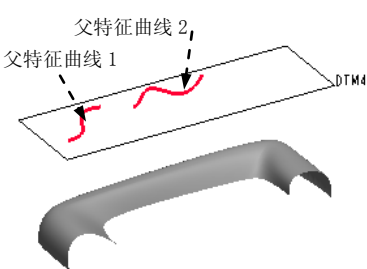

图 8.2.21 选择父特征曲线
Step5. 选择父特征曲线。在系统  选择曲线以放置到曲面上。的提示下，在图 8.2.21 中选取父特征曲线 1，然后按住键盘上的 Ctrl 键，选取父特征曲线 2。